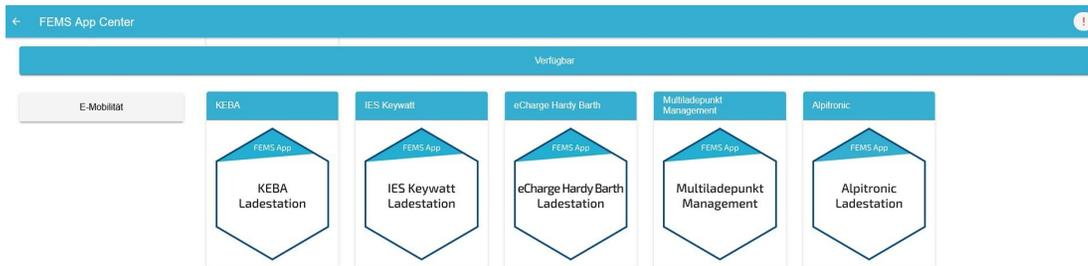

Abbildung 10. App-Installation — Variante 2: Schritt 1
- Abbildung 10. App-Installation — Variante 2: Schritt 1